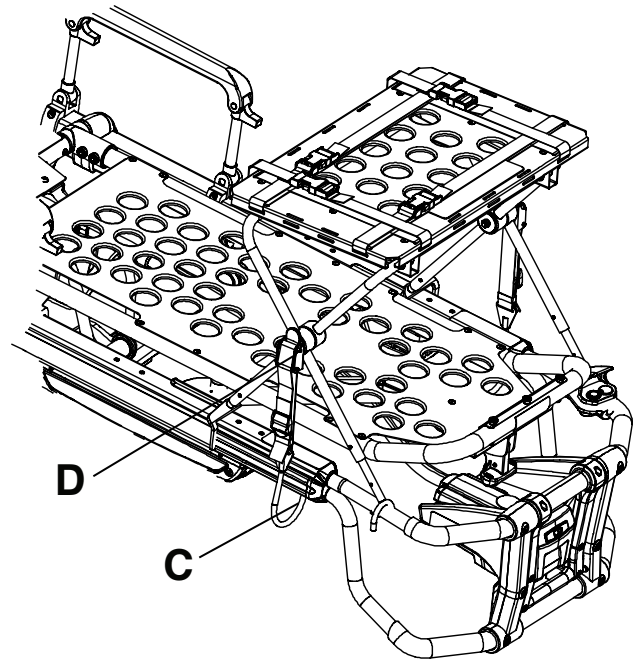
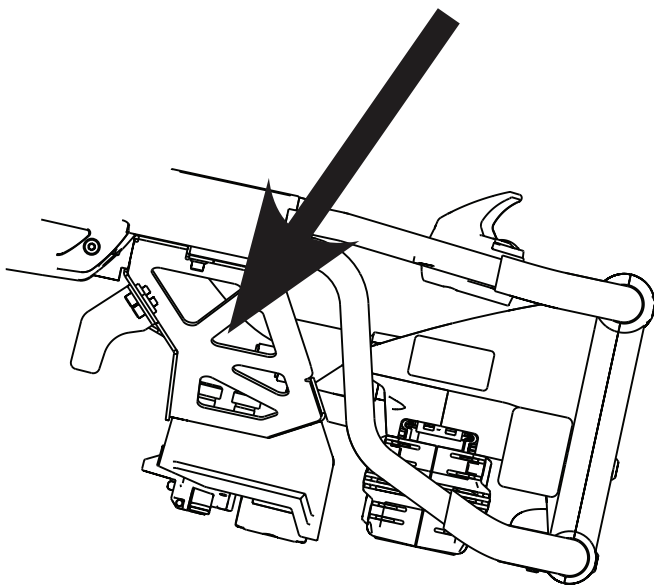

Abbildung 27 – Anbringen des Arretierhakens (Abbildung zeigt Modell 6506)
Abbildung 28 – Lasche (Abbildung zeigt Modell 6506)
6. Den Arretierhaken (C) unter den Rahmen der Liegefläche oder die Befestigung am Fußende legen und die Lasche (D) nach oben drücken, bis sie auf einer Seite hörbar einrastet (Abbildung 27). Auf der anderen Seite wiederholen. Bei mit **Power-LOAD** kompatiblen Tragen müssen die Gurte verlängert und am Befestigungssystem am Fußende angebracht werden (Abbildung 28).